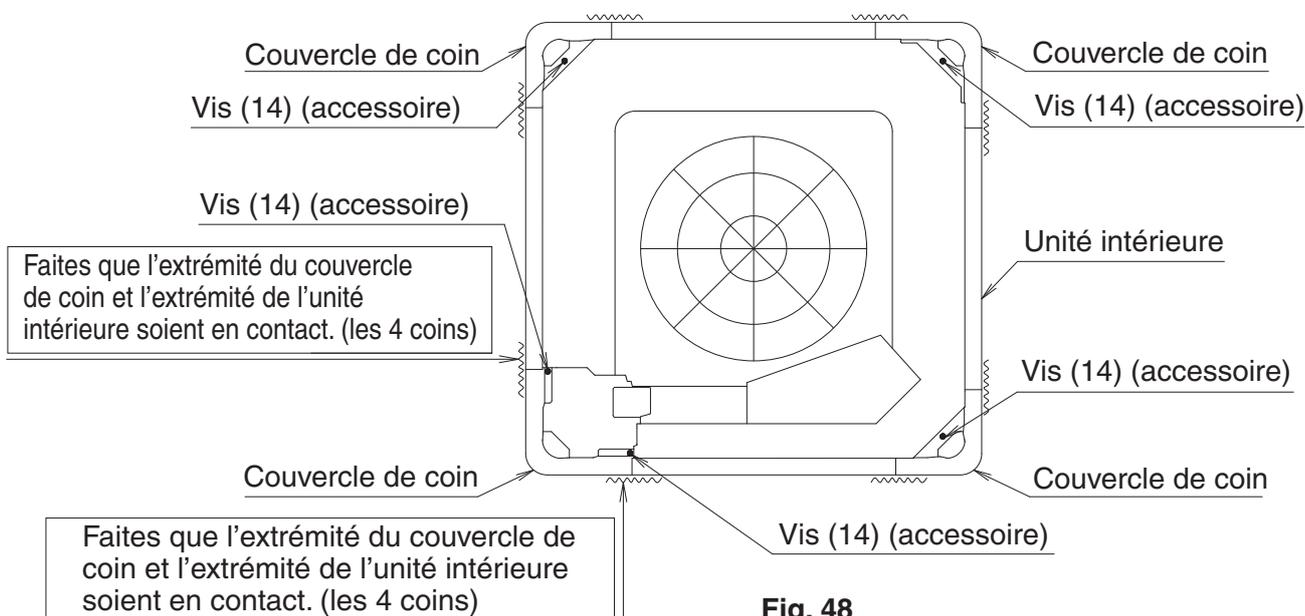

Fig. 48
Fixez ensuite le couvercle du coin avec les vis fixées (14) tout en appuyant sur le coin du couvercle de façon à ce que l'extrémité du couvercle du coin et l'extrémité de l'unité intérieure soient en contact. **(Reportez-vous à la Fig. 48)**